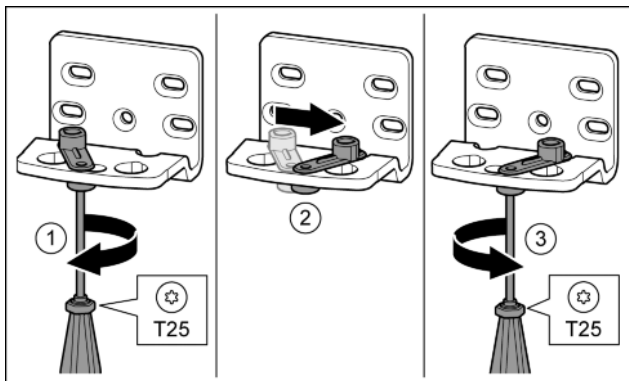

Fig. 16
- ▶ Lazán tekerje be a csavart a T25 csavarhúzóval. *Fig. 16 (1)*
- ▶ Emelje meg az ajtó záródását segítő egységet, és 90°-kal jobbra forgatva helyezze a furatba. *Fig. 16 (2)*
- ▶ Húzza meg a csavart a T25 csavarhúzóval. *Fig. 16 (3)*